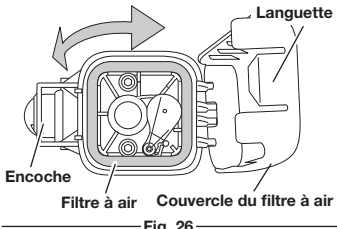

Fig. 26
1. Pour ouvrir le couvercle du filtre à air, poussez la languette du côté gauche du couvercle vers l'intérieur, puis tirez légèrement sur le couvercle du filtre vers la droite (Fig. 26).
2. Retirez le filtre à air (Fig. 26).
7. Pour réinstaller le couvercle du filtre à air, positionnez les crochets sur le côté droit du filtre à air dans les encoches sur le côté droit de la plaque arrière (Fig. 26).
8. Faites pivoter le couvercle vers la gauche jusqu'à ce que la languette du filtre arrière se loge dans l'encoche de la plaque arrière (Fig. 26).